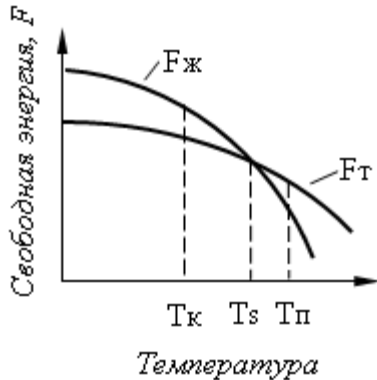

рис.1
21. При температуре  $T > T_n$  (рис.1) металл будет находиться в: